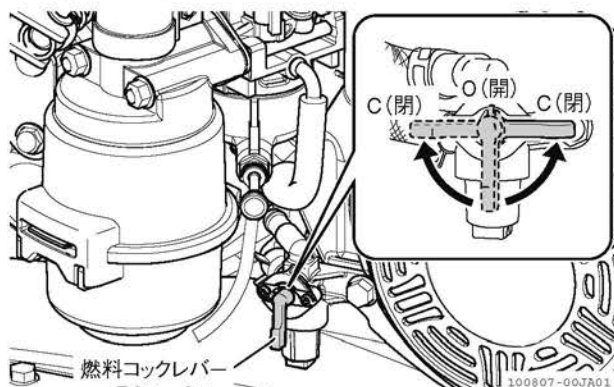

図 4-22 燃料コックレバー
1. 燃料コックレバーを「C（閉）」位置にします。（図 4-22）